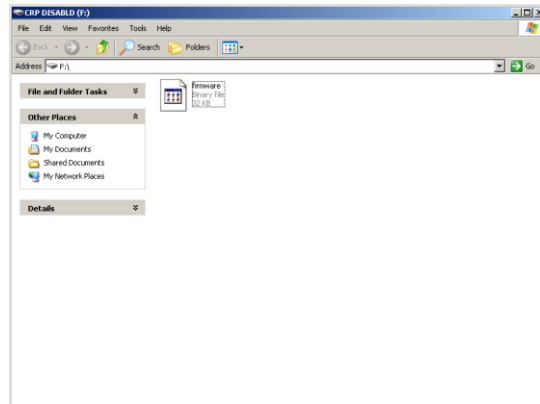

Figura 3: La nuova unità disco che compare per l'aggiornamento.
Passo 4: Dopo una ventina di secondi apparirà una nuova unità disco, contenente un unico file "firmware.bin" (figura 3). Cancellate questo file e copiatevi invece il file con il firmware aggiornato. Alla